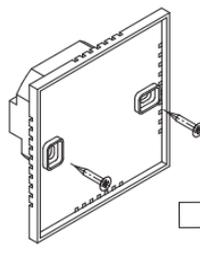

Рис. 3
8.2.3. С помощью двух винтов прикрепите тыльную часть корпуса к монтажной коробке *(рис. 3)*.